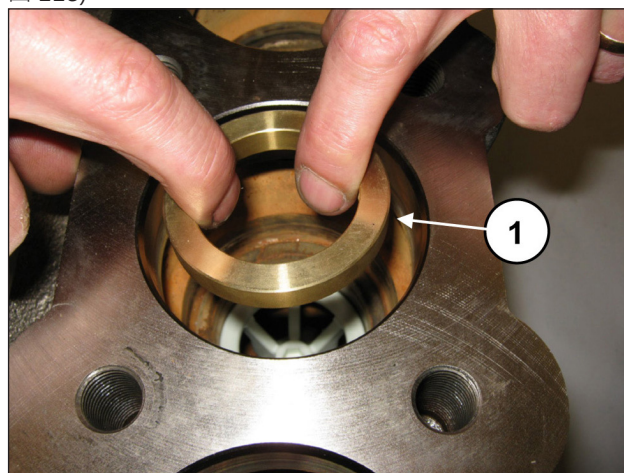
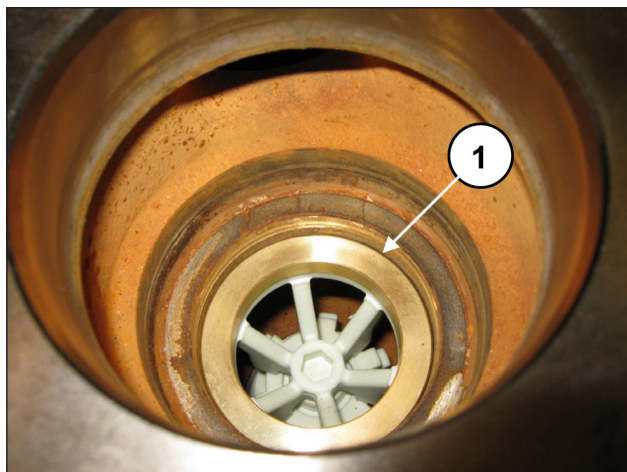

图 117
图 118
将隔离环插入阀座中 (①, 图 117) ，靠在垫片上 (①，图 118)。